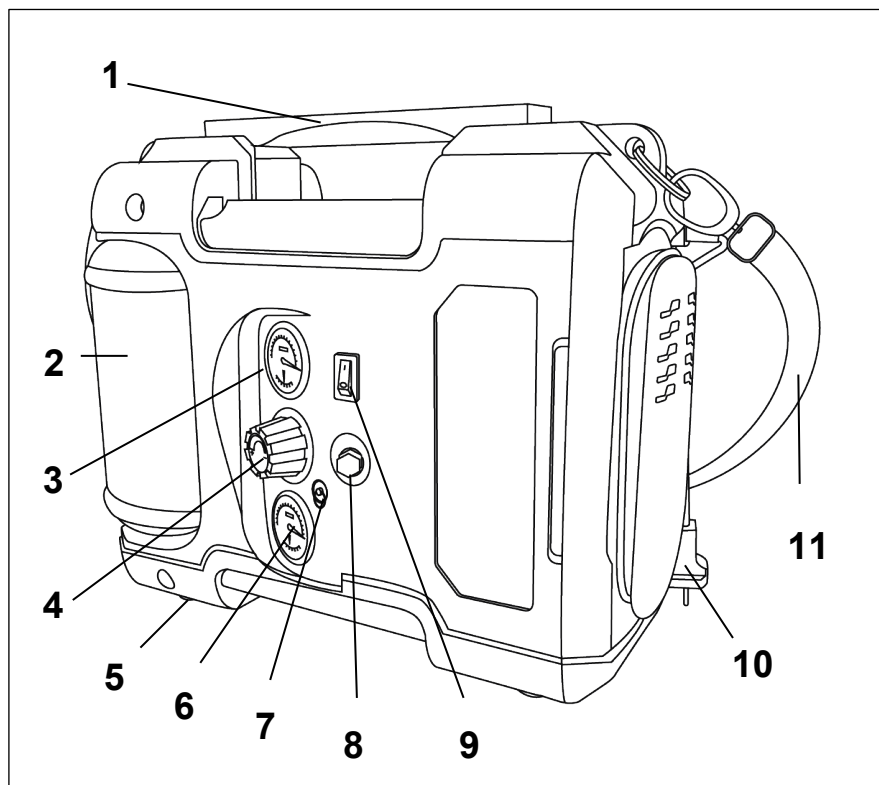

Рис. 1 Общий вид КП-195/6 5в1
- По завершению работ выключите компрессор, отключите от сети. Слейте конденсат из ресивера, открыв сливной кран (Рис.1), предварительно сбросив давление в ресивере. Отсоедините пневмоинструменты от компрессора.